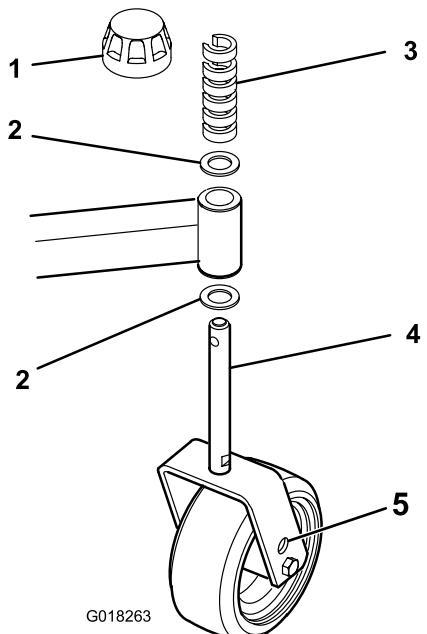

図 18
- 前または後キャスターにシムを入れてカッティングユニットに必要なピッチを出す(図 18)。